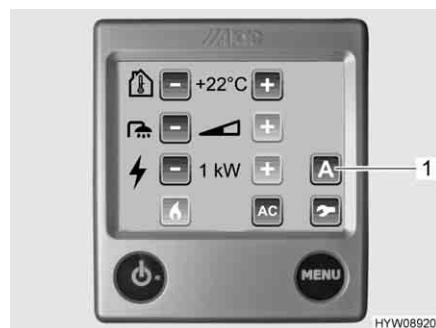

Fig. 151 Menu delle impostazioni (ventola aggiuntiva)
La ventola aggiuntiva viene azionata tramite la centralina di controllo (Fig. 151) del riscaldamento ad acqua calda.
- Premere il pulsante "A" (Fig. 151,1). Vengono visualizzate le funzioni.